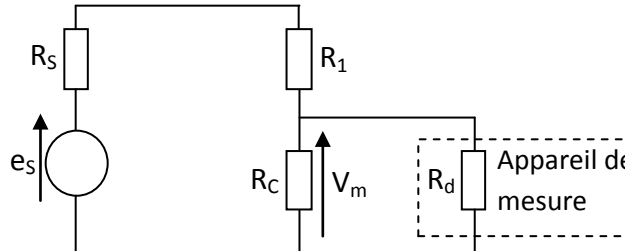

Figure 1
On considère le montage potentiométrique de la figure 1 suivante :
1. Pour quel type de capteur est utilisé le conditionneur de la figure 1? Expliquer.